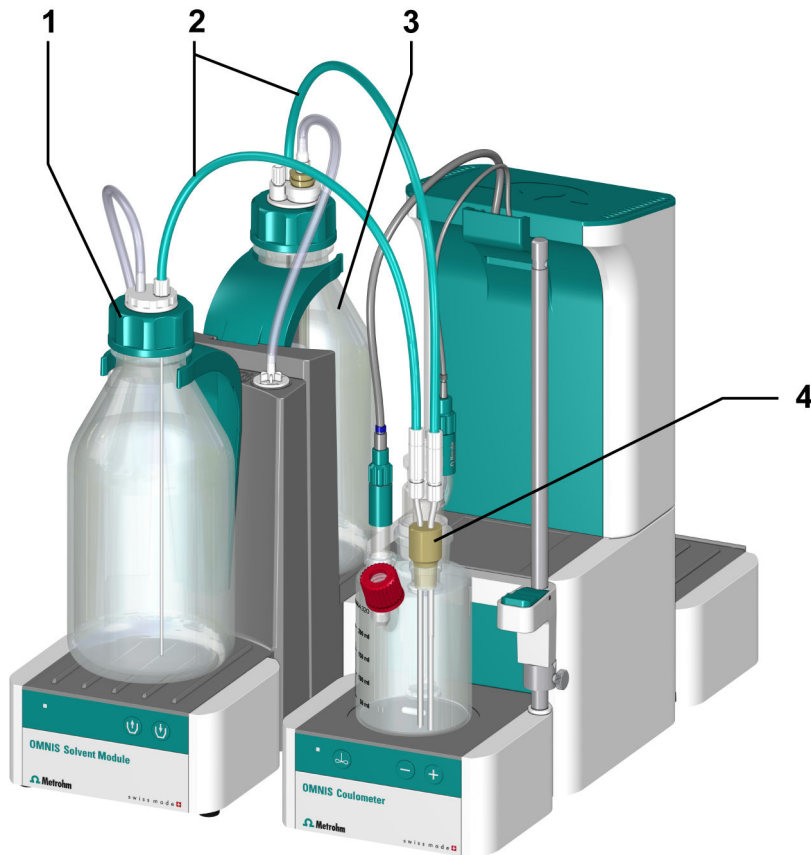

Abbildung 9 Reagenzwechsel mit OMNIS Solvent Module
- *(siehe Abbildung 9, Seite 45)*